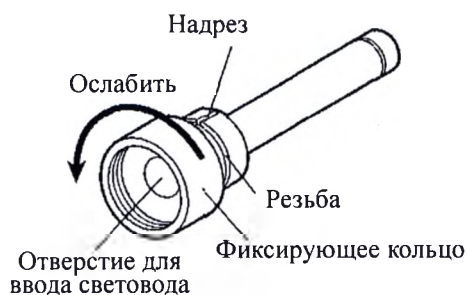

Рисунок 4
7.1.6 Ослабить фиксирующее кольцо адаптера источника света (см. рисунок 4) до появления резьбы.